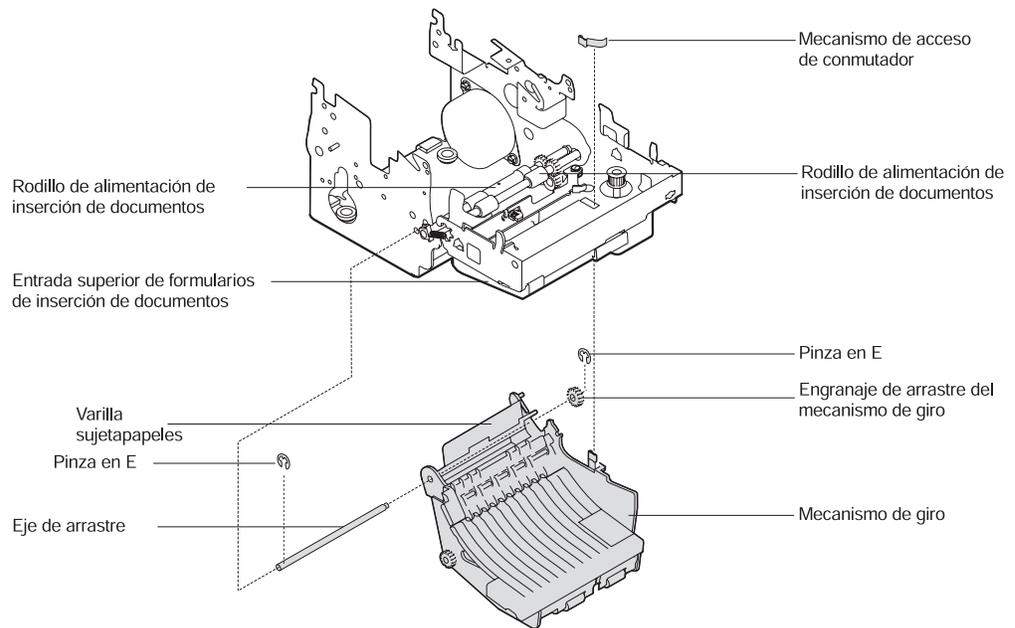

Figura 4-23. Extracción del bastidor de la entrada inferior de formularios
- 6. Si necesita sustituir la **entrada superior de formularios de inserción de documentos**, hágalo en este momento, en vez de desconectar el cable del MICR. Consulte la Figura 4-23 en la página 4-32.
- 11. Extraiga las pinzas en E de cada lado del eje de arrastre. Mueva el eje de arrastre y extráigalo. Consulte la Figura 4-23 en la página 4-32.
- 12. Sólo en los modelos TN3 y TN4, quite la pinza del accionador del fiador. Consulte la Figura 4-23 en la página 4-32.
- 13. Sólo en el modelo TN3, Extraiga el **bastidor de la entrada inferior de formularios de la estación de inserción de documentos** pasando la varilla sujetapapel entre el rodillo de soporte de inserción de documentos y el rodillo de alimentación y quitando el sensor de inserción de documentos de la derecha del bastidor de entrada de formularios. Consulte la Figura 4-23 en la página 4-32.